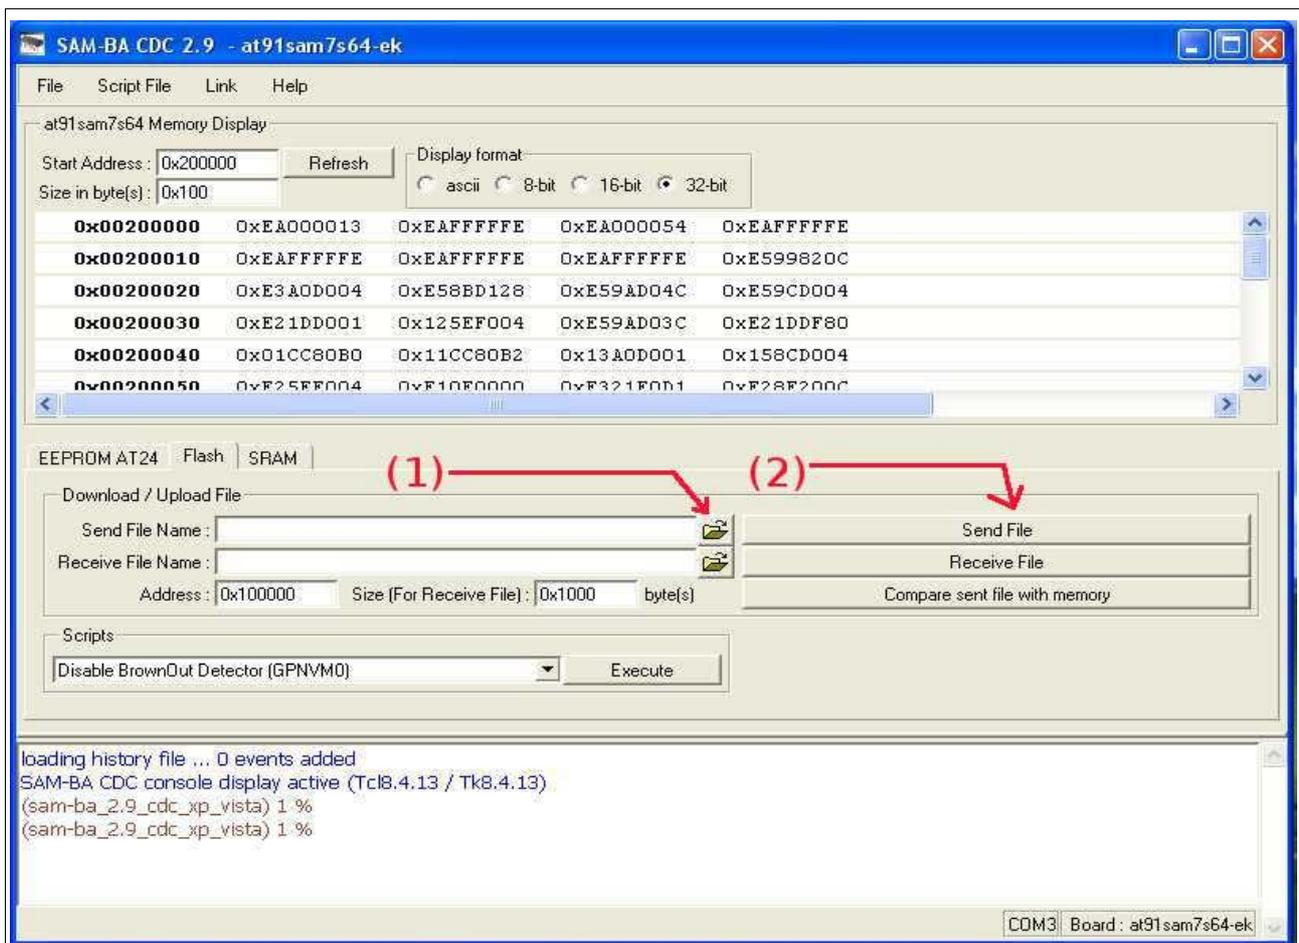

Figura 22: applicazione per l'aggiornamento del firmware della *Telemetry Box*.
11. Nella tendina “*Select your board:*”, **deve essere selezionata la voce “*at91sam7s64-ek*”**, come indicato in figura 21. Quindi premere il tasto “*Connect*” per lanciare l'applicazione di *boot*. L'applicazione appare come mostrato in figura 22. Nel caso che sia selezionata una scheda diversa, o 'nessuna scheda', la *Telemetry box* smetterà di funzionare dopo la programmazione e apparirà morta. Niente paura: ripetere la procedura da principio ricordandosi di effettuare la scelta corretta!
Ora selezionare, premendo il tasto (1) di figura 22, il file da scaricare nella *Telemetry Box* e quindi lanciare il download premendo il taso (2) di figura 22. Durante il download, l'applicazione genera due domande per l'utente, il quale deve rispondere “yes” alla prima e “no” alla seconda. Terminato l'aggiornamento, uscire dall'applicazione di *boot* selezionando la voce “File”, quindi “Quit”. Ora la *Telemetry Box* è aggiornata ed è quindi possibile scollegarla dal PC.